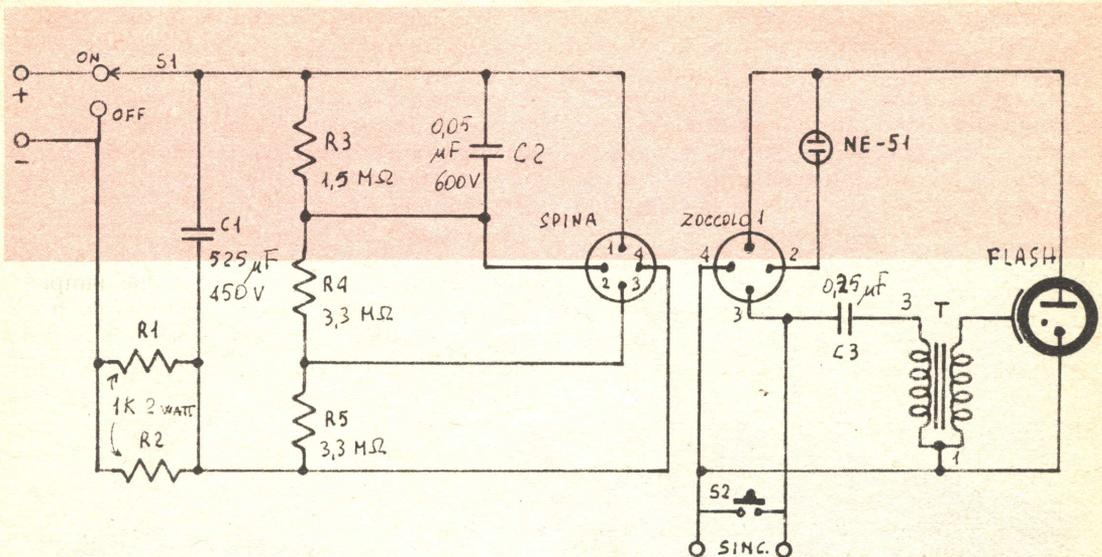

FIG. 3
- * N.B. I componenti segnati con asterisco sono gli stessi da usare per lo schema di Fig. 3.